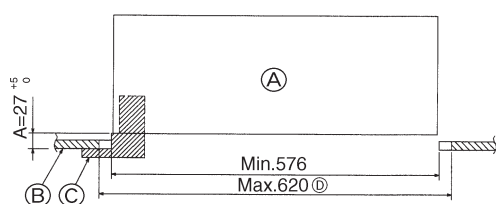

Fig. 8-2
①	Grille	1	650 × 650 (mm)
②	Vis avec rondelle captive	4	M5 × 0,8 × 25 (mm)
③	Jauge	1
④	Attache	2
⑤	Courroie	2
8.2. Préparation avant d'attacher la grille (Fig. 8-2)